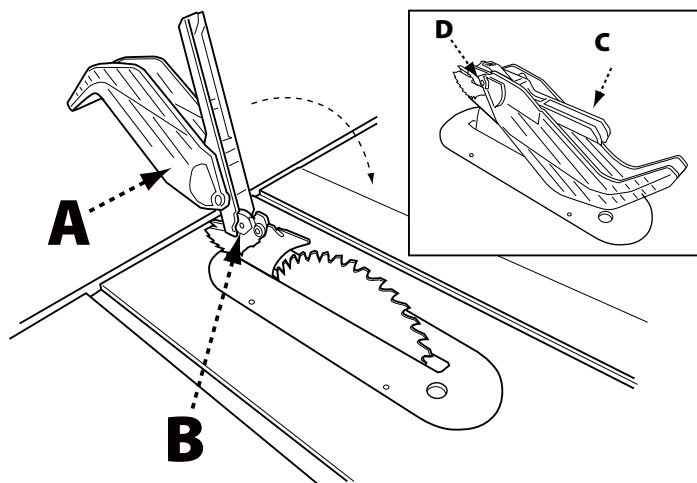

FIGURE 13
1. Tout en maintenant l'ensemble protège-lame (A) en position verticale, accrochez le goujon de guidage (B) à l'extrémité arrière de l'ensemble protège-lame dans la fente sur le bord arrière du couteau diviseur.
2. Faites tourner l'ensemble protège-lame vers l'avant de la scie jusqu'à ce que la partie métallique (C) de l'ensemble protège-lame soit parallèle à la table comme le montre la Figure 13.
3. Tout en maintenant enfoncé l'avant de la partie métallique du protège-lame (C), appuyez sur le levier de verrouillage du protège-lame (D) jusqu'à ce qu'il s'enclenche en position verrouillée. Assurez-vous que le protège-lame est verrouillé sur le couteau diviseur en tirant sur le protège-lame. Si le protège-lame n'est pas verrouillé, le levier de verrouillage du protège-lame retournera à la position déverrouillée.